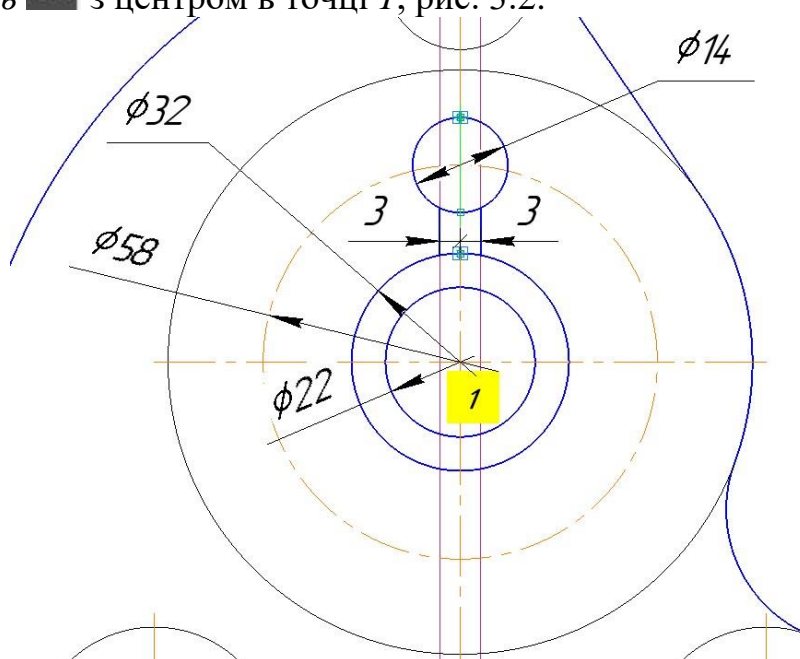
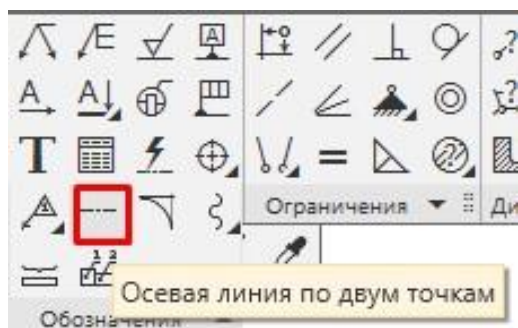

Рис. 3.2. Побудова вихідного об'єкту для копіювання
Рис. 3.3. Панель *Обозначения* з активованою командою *Осевая линия по двум точкам*
3.2.1.1. Спочатку побудуйте коло діаметром 14 мм (кнопка *С осями* повинна бути вимкнена, стиль лінії - *Основная*) за допомогою команди *Окружность* , вказавши центр у точці перетину вертикальної центрової лінії з колом діаметром 58 мм користуючись прив'язкою *Пересечение*, рис. 3.2.
3.2.1.3. Побудуйте вертикальні лінії паза за допомогою команди *Отрезок*, використовуючи прив'язку *Пересечение*, рис. 3.2.
3.2.1.4. Побудуйте коло діаметром 32 мм (кнопка *С осями* повинна бути вимкнена, стиль лінії - *Основная*) за допомогою команди *Окружность*  з центром в точці 1, рис. 3.2.
3.2.1.5. Побудуйте осьову лінію об'єкта копіювання за допомогою команди *Осевая линия по двум точкам* на панелі *Обозначения*, рис. 3.3. За допомогою прив'язки *Ближайшая точка* спочатку вкажіть початкову точку – точку перетину кола діаметром 14 мм із вертикальною центральною лінією. Аналогічно вкажіть кінцеву точку - точку перетину кола діаметром 32 мм з вертикальною центральною лінією, рис. 3.2.